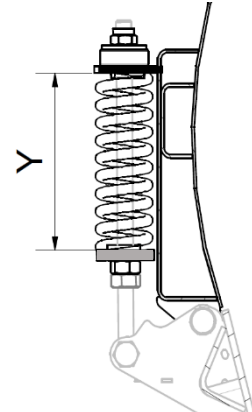

Abb. 22
- 3) Ziehen Sie die Mutter M2 an der Mutter M1 fest, um die Feder zu fixieren – siehe Abb. 22.
- 4) Lösen Sie die Muttern M1 und M2 im unteren Teil der Feder – siehe Abb. 22.